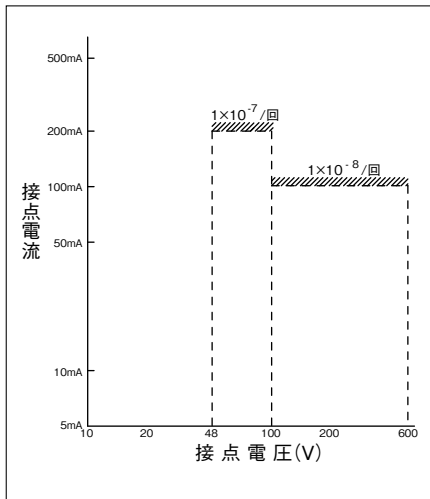

図1. S(D)-T主接点
■図1~図3に示す接触信頼度以上の信頼度を必要とする場合には、接点の並列接続 (冗長化) が必要です。